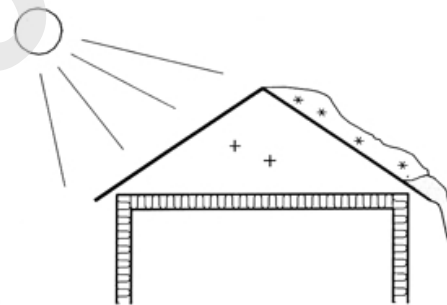

Fig. 231
- 231 **Solvarme på loft.** Et "kaldt" loft uten åpninger i møne kan få høy temperatur selv tidlig på vinteren. Mens takflata mot syd tidlig blir snøfri, kan nordsiden ligge snødekt lenge. Loftsvarmen smelter undersiden av snølaget og det blir store istapper på nordsida, se fig. 231. For at en skal unngå dette, må lufteåpningene ved raft og møne være så store at varmlufta skiftes ut.